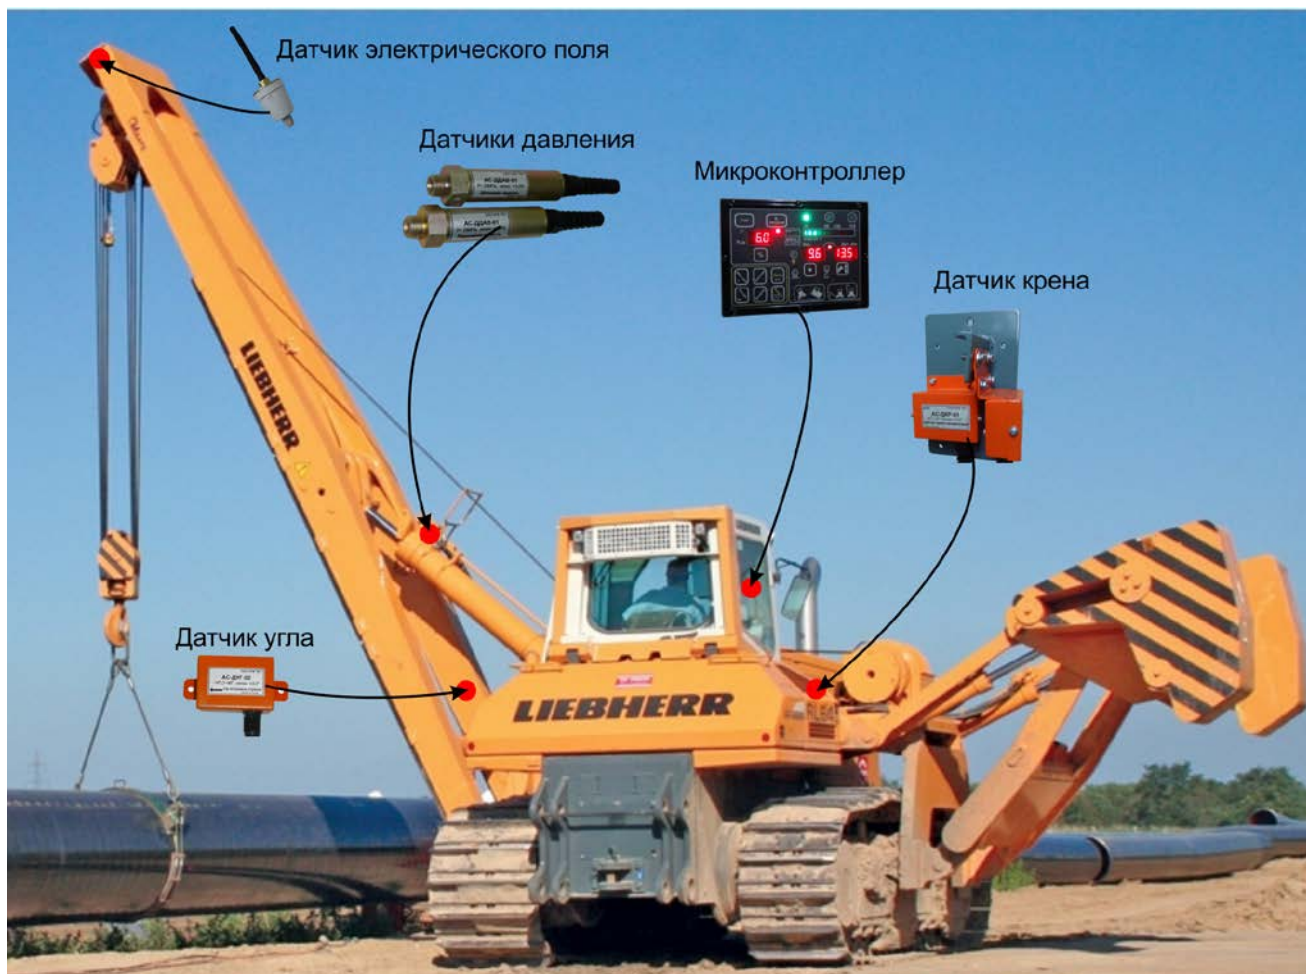
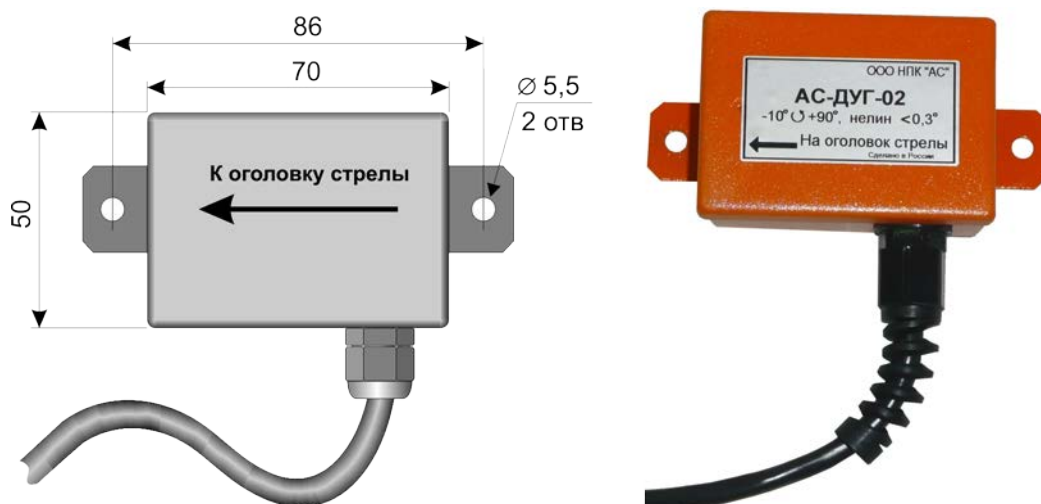

Рис.1
Рис.6
5.1. Система АОГ, рис.1, состоит из составных частей:
- 3) датчик угла АС-ДУГ-02 _____ 1 шт, Рис.6;
6.2. Размещение элементов системы АОГ на кране показано на рис.1.
6.6. Датчик угла наклона стрелы, Рис.6, представляет собой электронный потенциометр, приводимый в действие силой гравитации и преобразующий угол наклона стрелы в электрический сигнал. Датчик угла установлен сбоку на правой внутренней поверхности стрелы, рис.1.